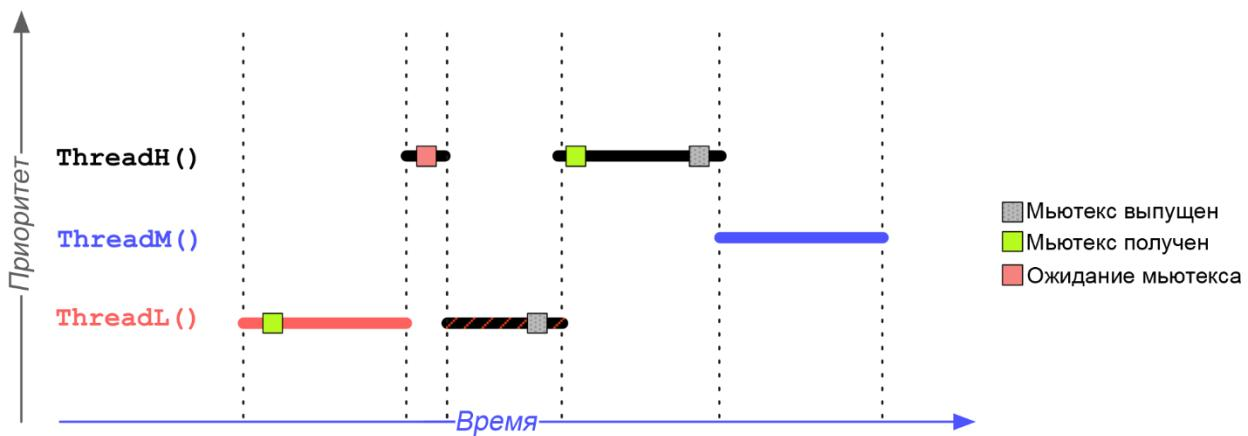

Рисунок 14: Как решить проблему инверсии приоритетов, временно увеличивая приоритет ThreadL
**Рисунок 14** ясно показывает этот процесс. ThreadL() начинает свое выполнение и получает мьютекс. Во время выполнения ThreadH() возвращается в режиме *готовности к выполнению*, и его выполнение планируется с более высоким приоритетом. Однако ему также необходимо получить тот же самый мьютекс, и он возвращается в состояние «заблокирован». На этот раз приоритет ThreadL() увеличивается до того же ThreadH(), что предотвращает выполнение ThreadM(). ThreadL() планируется снова, и он может выпустить мьютекс, позволяя запустить ThreadH(). Наконец, ThreadM() может выполниться, поскольку приоритет ThreadL() уменьшается до его первоначального приоритета, когда он выпускает мьютекс.